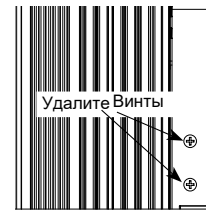

Рисунок 1
5. С помощью отвертки, снимите два винта с каждой стороны ручки на задней панели MC1.25KW, и временно сохраните их в надежном месте. Смотрите рисунок 1